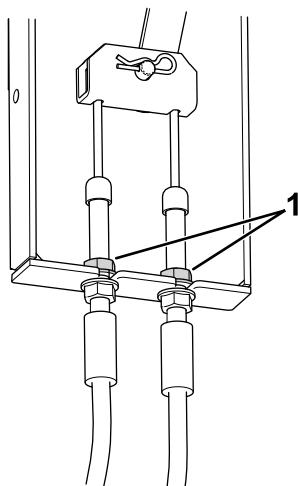

Figure 77
- Localisez le support du câble de frein (Figure 77) sous le côté gauche de la machine, près de la roue gauche.